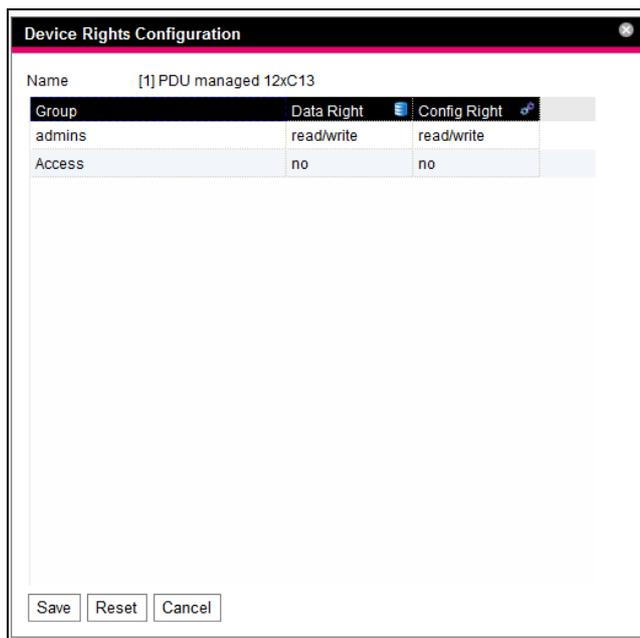

Abb. 38: Dialog „Device Rights Configuration“
- Wählen Sie hinter dem Eintrag „Master PDU“ das Symbol „Device Rights“ an. Es erscheint der Dialog „Device Rights Configuration“ (Abb. 38).
Die jeweiligen Symbole werden sowohl angezeigt, wenn man auf der Registerkarte **Configuration** einen Sensor im Navigationsbereich anwählt und diesen dann bis auf die unterste Ebene aufklappt, als auch im Dialog „Device Rights Configuration“ (Abb. 38, Pos. 1). Die Symbole verdeutlichen die Zuordnung zu den beiden Datentypen „Data“ und „Config“.